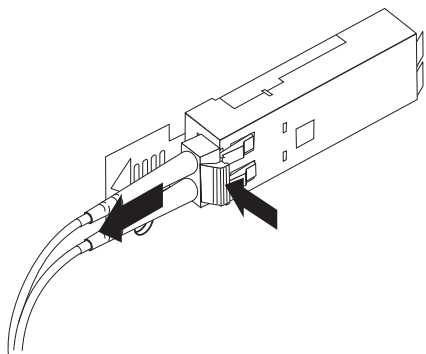

図 3-16. LC-LC ファイバー・チャネル・ケーブルの取り外し
2. 3-13 ページの図 3-16 に示されているように、ケーブル・レバーを押し下げる際に、コネクタを慎重に引っ張って、SFP モジュールからケーブルを取り外します。